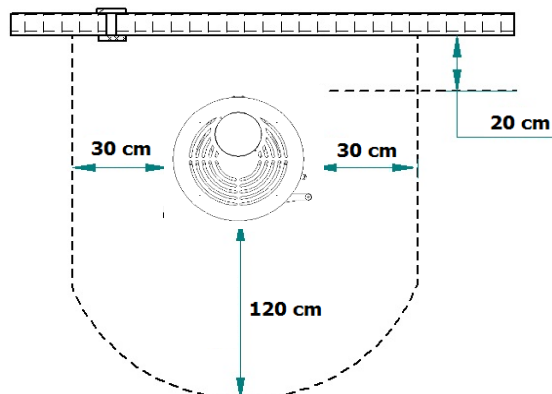

Figura 28 - Distancias mínimas de seguridad
* Alrededor de las paredes de la estufa no deben utilizarse materiales combustibles. Debe respetar una distancia de seguridad de 20 cm con respecto a la parte trasera, 30 cm a los lados y 120 cm en la parte frontal (Figura 28).